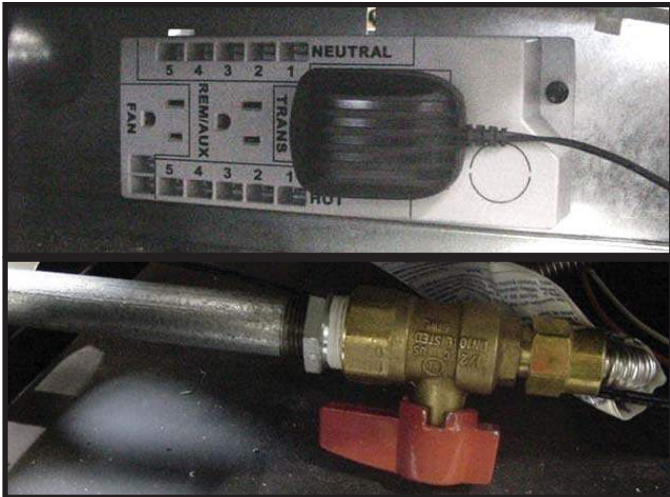

Figure 13.1
Étape 1. Fermer le robinet de gaz. Le bouton rouge de fermeture du gaz est placé sur le clapet à bille. Déconnecter le transformateur de 3 V de la boîte de connexion. Voir Figure 13.1.